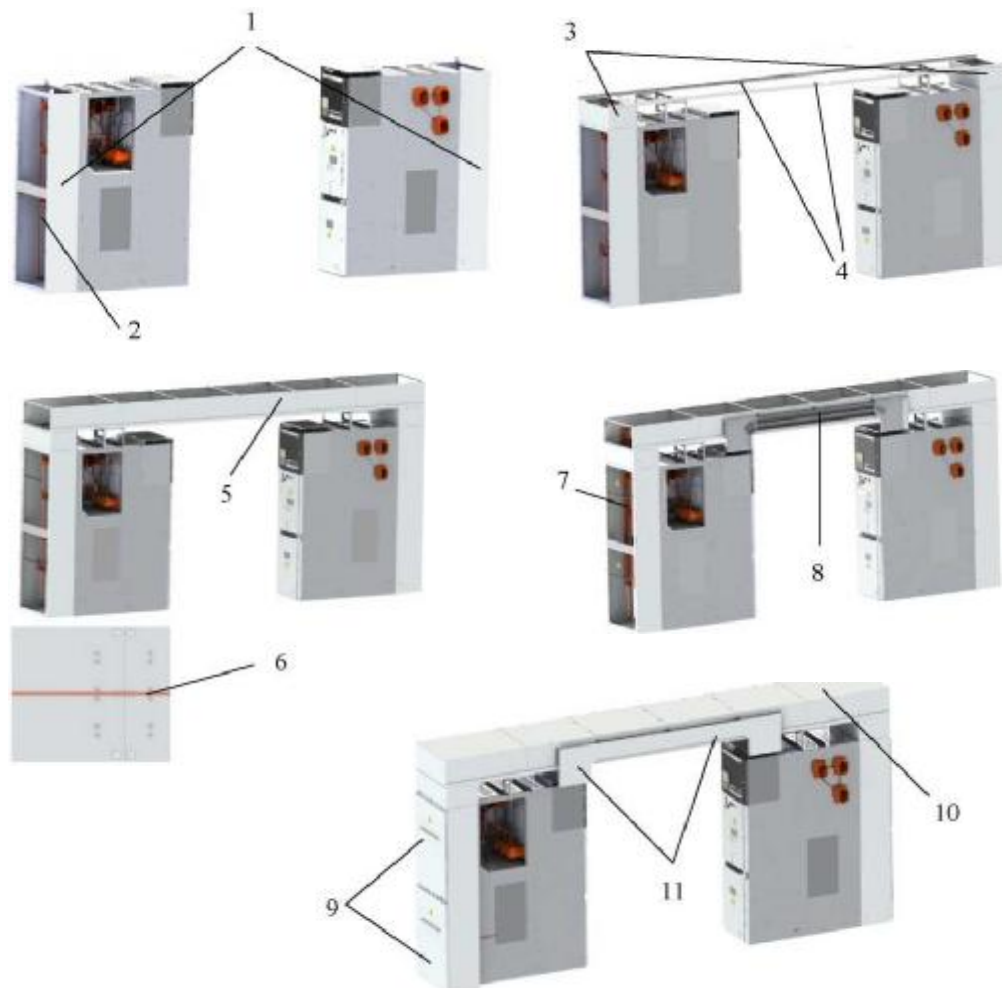

Рис. 29. Сборка шинного моста
2.5.2.11 Сборка шинного моста осуществляется согласно рис. 29.